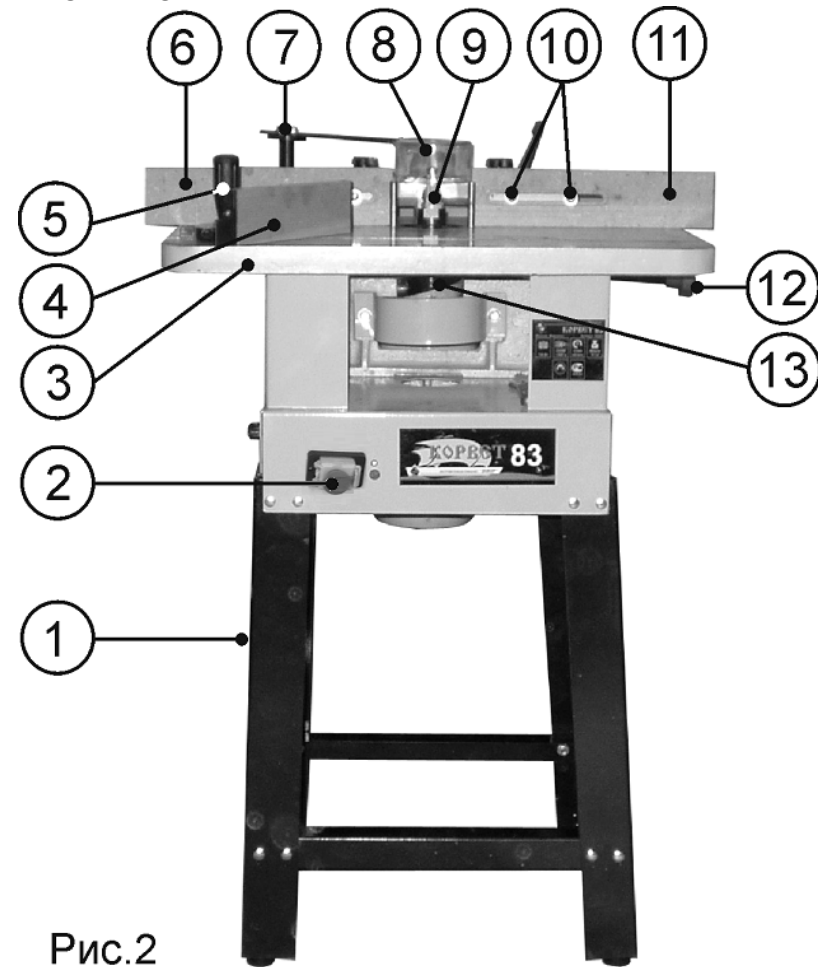

Рис.2
- 7.1. Станок состоит из следующих сборочных единиц и деталей (Рис.2, 3)
- 8.1.1. Из двух боковых панелей (Б) и двух планок (И), используя крепёж (М), Рис. 1, соберите основание (1), Рис.2.
- 8.1.2. Установите станок (А), и используя крепёж (М), Рис. 1, закрепите на основании (1), Рис.2.
- 8.3.2. На стойке (23) винтами фиксации (10) закрепите заднюю и переднюю направляющие планки (6 и 11), Рис.2; 5.